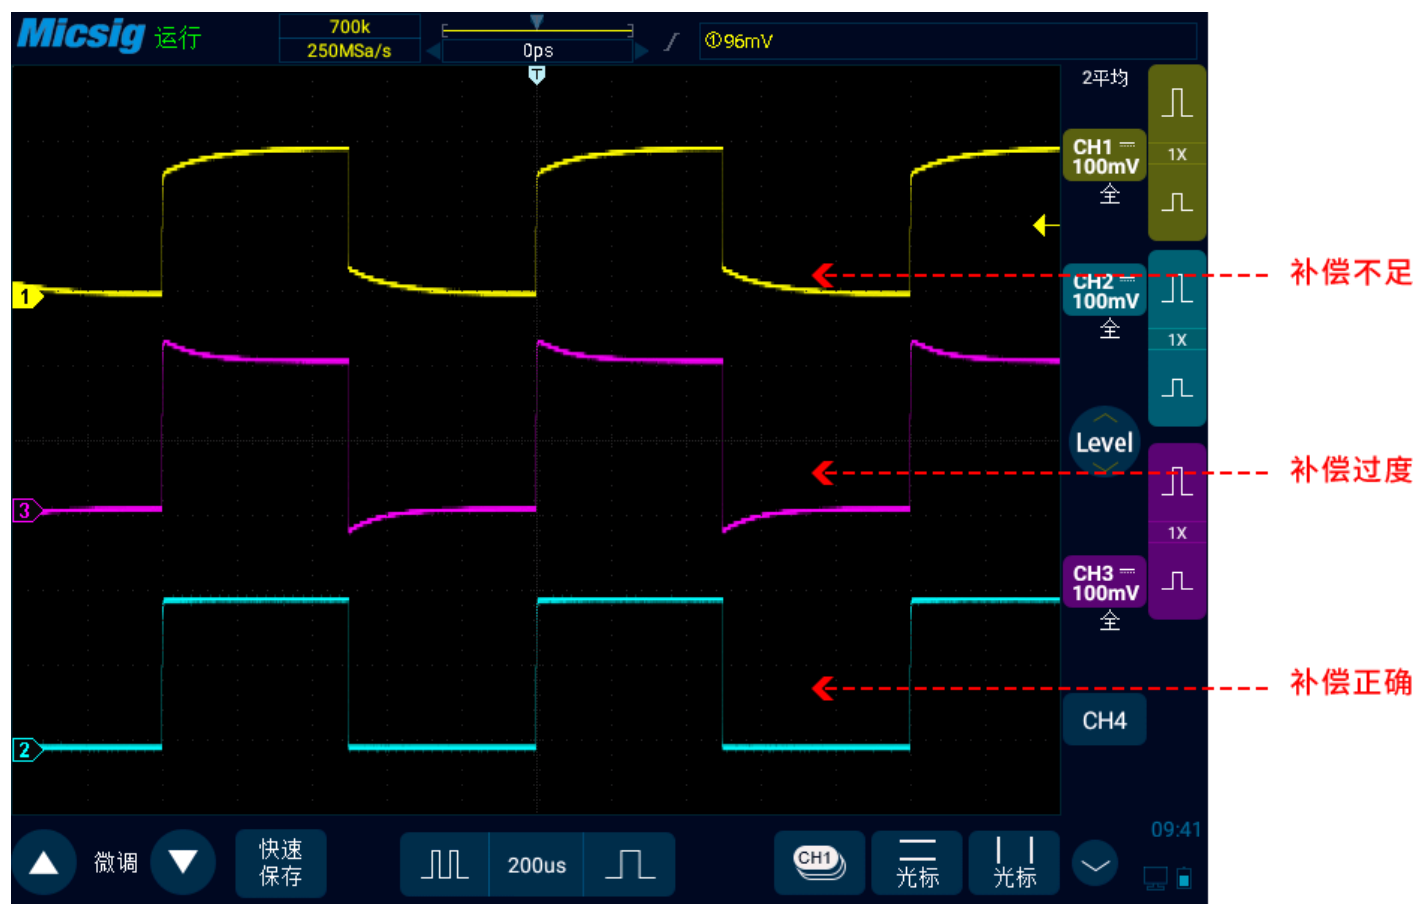

图2-14 探头补偿
- 5) 轻点 **Auto** 键或者手动调节波形垂直灵敏度、水平时基。观察波形形状，见图 2-14。